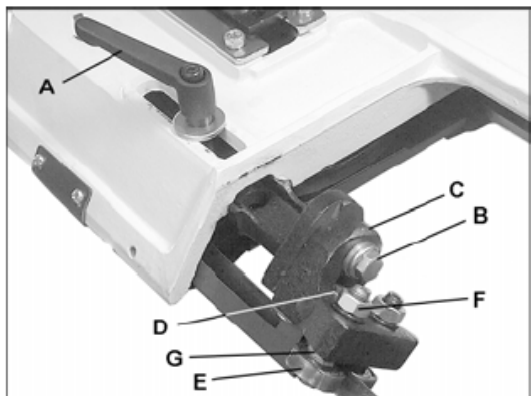

Рис.9
Открутите винт (В, Рис. 9) и отрегулируйте блок (С) с опорным подшипником (D) на расстоянии приблизительно 0,1 мм от полотна пилы. Снова затяните винты.